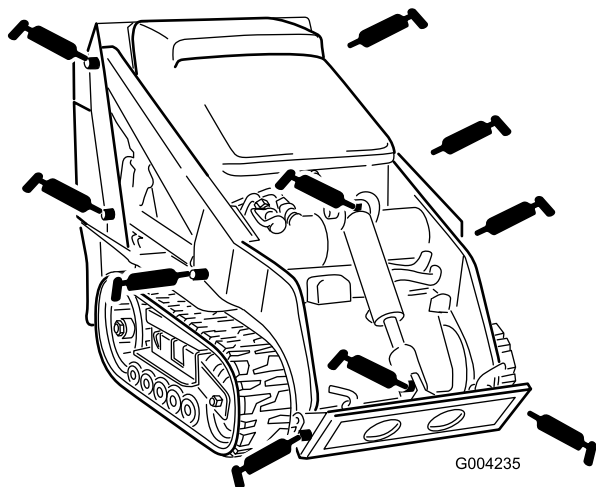
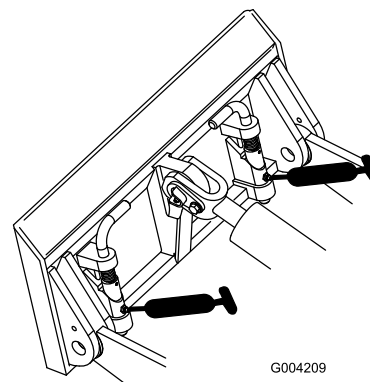

Рисунок 28
Рисунок 29
4. Присоедините к каждой масленке шприц для нагнетания консистентной смазки (Рисунок 28 и Рисунок 29).